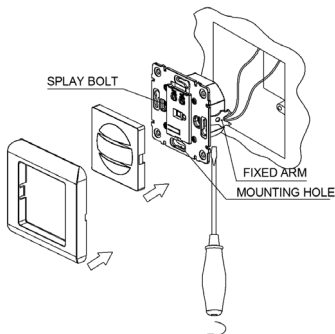

Imagen 1
1. Desconectar la corriente de la red eléctrica. Sacar la tapa frontal del detector (ver imagen 1).